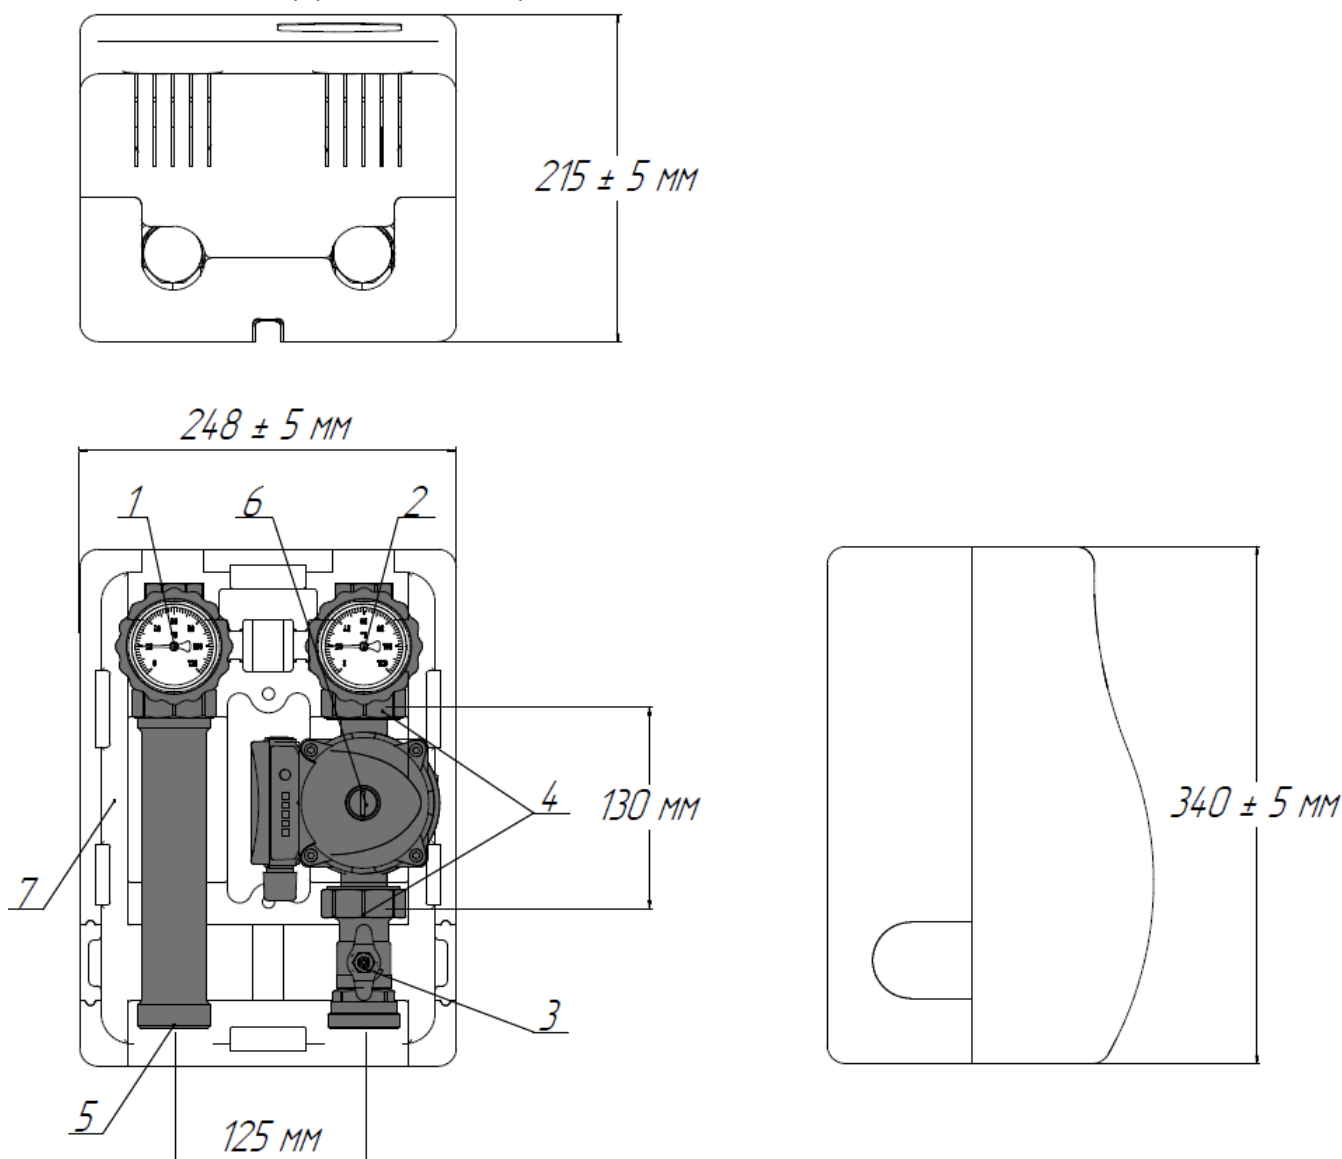

Рисунок 1
1. Открутить накидную гайку, соединяющую шаровой кран и соединительную трубку, см. п 2.2 (Рисунок 1). Следите за тем, чтобы не потерять уплотнительные резиновые прокладки.